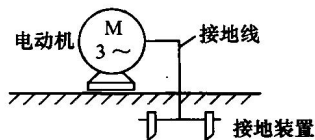

图 1-9 强电设备的接地
③ 在强电设备中，常常将设备的外壳与大地连接，当设备绝缘性能变差而使外壳带电时，可迅速通过接地线泄放到大地，从而避免人体触电，如图 1-9 所示。